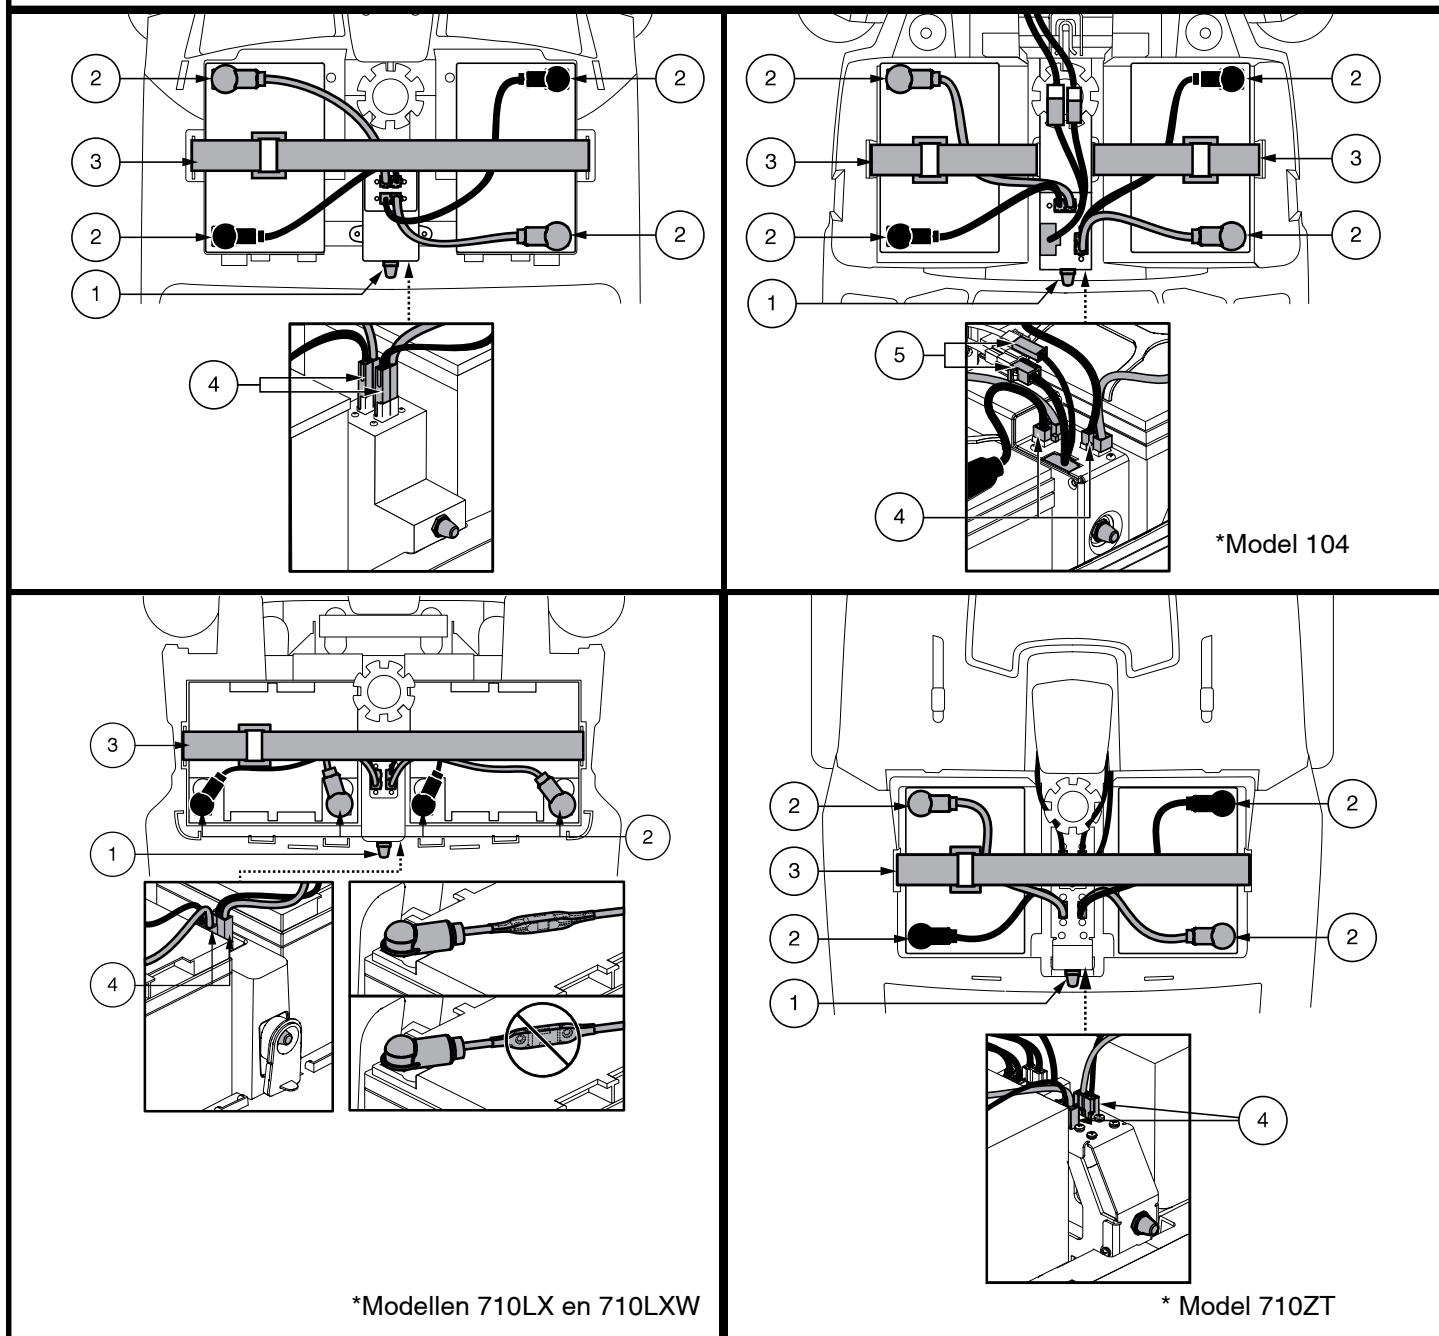

Figuur 15. Verwijdering/installatie van de kap
1. Verwijder de zitting en de accukap. **Zie figuur 15.**